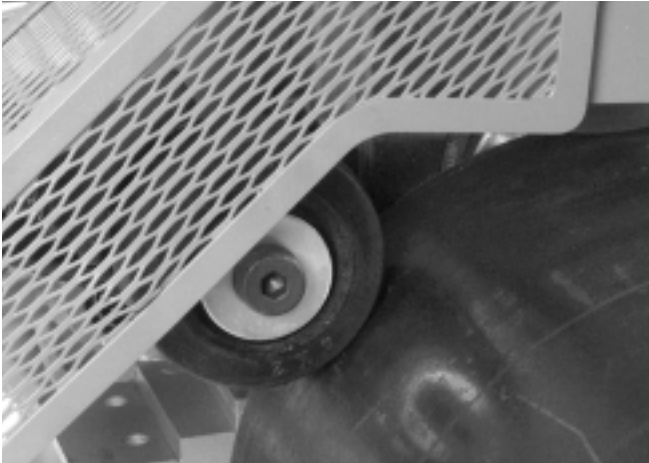

Figure 17 – Réglage du stabilisateur
3. Serrez le stabilisateur jusqu'à ce que le galet touche le tuyau. Continuez à serrer le stabilisateur d'un à un et demi tours après contact avec le tuyau (*Figure 17*).